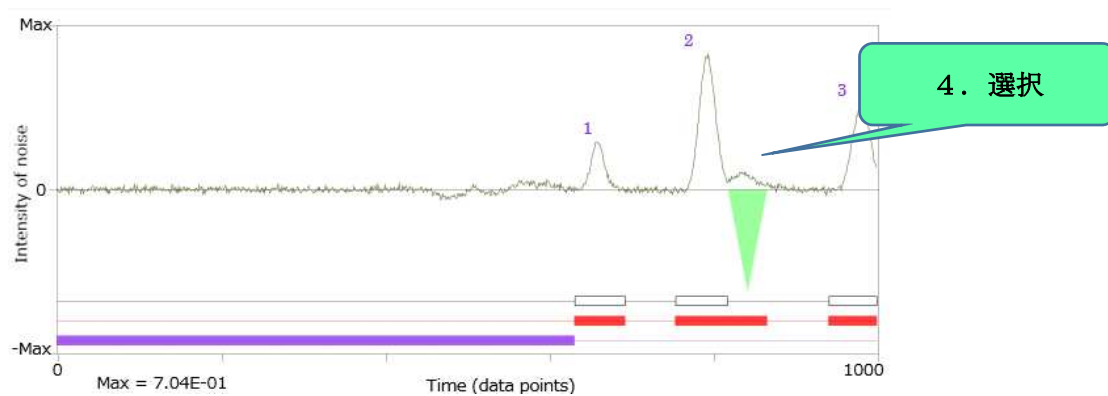

図 23 メイン画面チャート（他方のピークの選択）
3. ボタン「Eliminate」を押すと、新しシグナル領域（白のブロック）が設定される（図 23 で▼を無視する）；
4. グループ「Signal Entry」の ☒Add を選択し、他方のピークをクリックすると▼が現われる（図 23）；